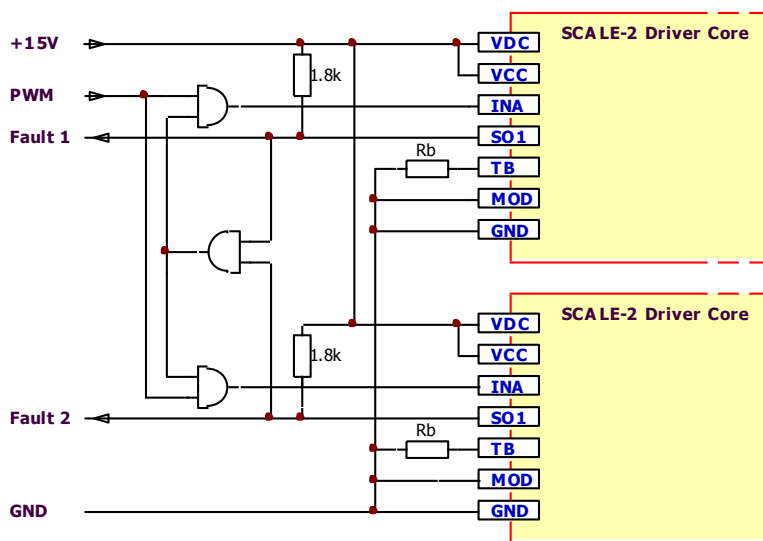

図 2: 並列接続されたゲートドライバが 2 つの場合に推奨される一次側インターフェースの例
- ドライバの動作の対称性を確保するため、並列接続されたすべてのドライバの電源電圧 VCC 及び VDC (利用可能な場合) が同じ電圧ソースから供給されている必要があります (図 2 を参照)。
- ディレー差異を十分に小さくするには、並列接続されたすべてのドライバの入力信号 INA 及び INB の両方が、同じ論理バッファ (ドライバ) から来ている必要があります (図 2 を参照)。
- 異常ターンオフの場合、並列接続されたすべてのドライバのブロッキング時間が経過するようにするために、並列接続されたドライバの異常フィードバックがリセットされるまで待機する必要があります。図 2 の該当する回路を使用して、この要件を満たすことができます。